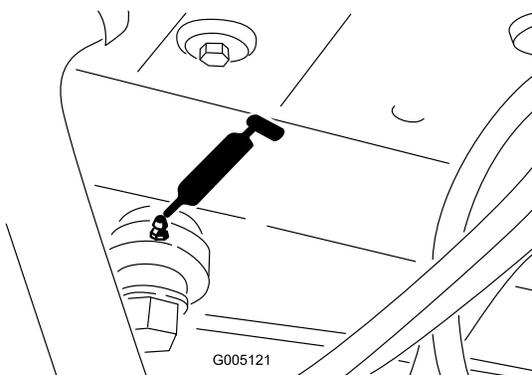

Рисунок 33
- Конец цилиндра рулевого управления (Рисунок 33)